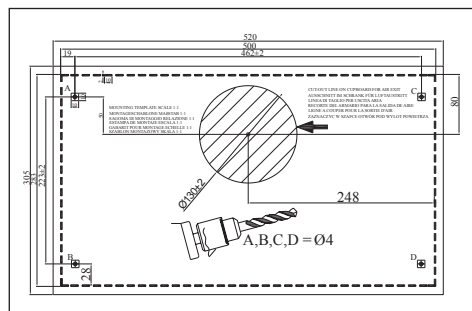

Rys.3
- Przed montażem należy wziąć pod uwagę odległość między kuchenką a okapem kuchennym. Odległość ta powinna wynosić 65cm (rys. 3).